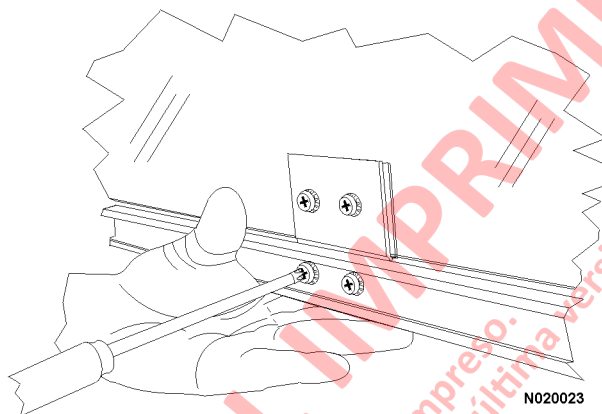

FIGURA 2-8.
- h. Saque los dos pernos (Figura 2-8) que sostienen el riel del rodillo a la parte inferior del vidrio de la puerta.
7. Saque los dos pernos (Figura 2-8) que sostienen el riel del rodillo a la parte inferior del vidrio de la puerta.
21. Levante el vidrio de la ventana en el marco e instale el riel del rodillo del regulador de la ventana en el soporte que se instaló en el paso 20. Consulte la Figura 2-8.